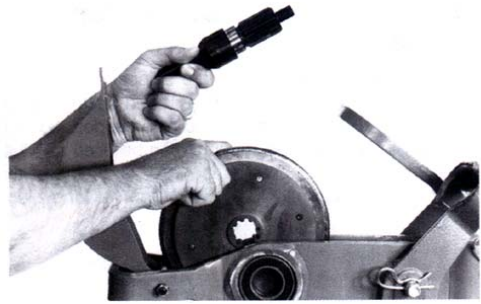

图 11—卸除割刀轮组件
- c. 一边握住割刀轮组件，一边拉出驱动器主轴，然后提起割刀轮直到穿出枢轴臂（图 11）。必要时，可以用锤子或扳手轻轻地敲击方形驱动器的反面，以便于拆卸。